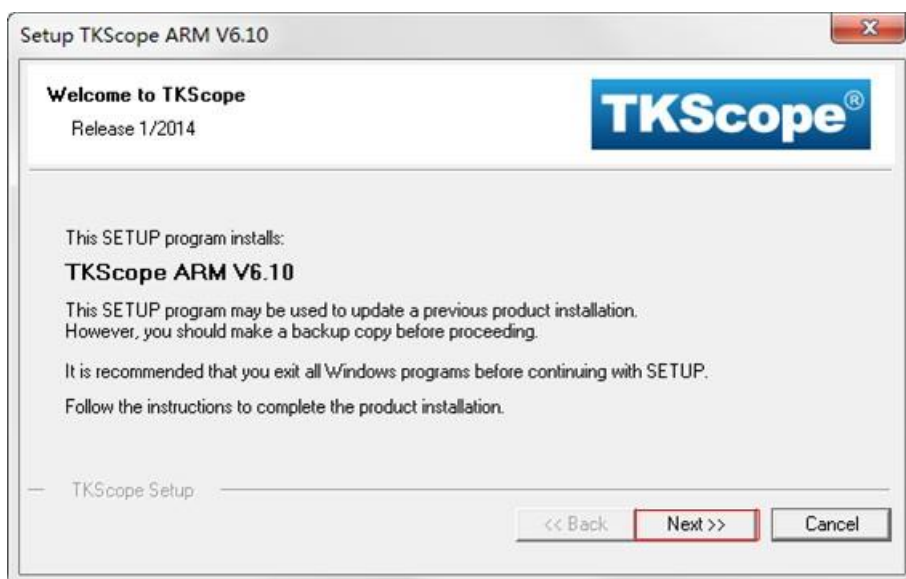
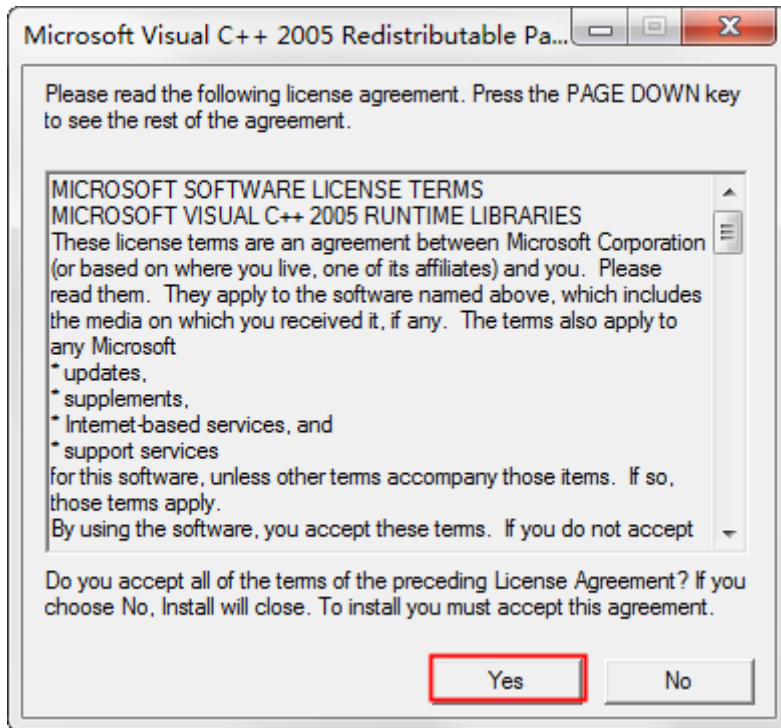

图 2.34 TKScope ARM 安装向导
图 2.42 VC8 运行库
- (1) 软件开始安装后，在安装向导页面点击【Next】，以便安装能顺利进行，如图 2.34 所示。
- (1) 图 2.34 中的 vcredist\_x86\_cn\_XP.exe (这里以 Windows XP 为例，请选择与您的操作系统对应的版本)，系统弹出如图 2.42 所示的对话框，点击【是(Y)】